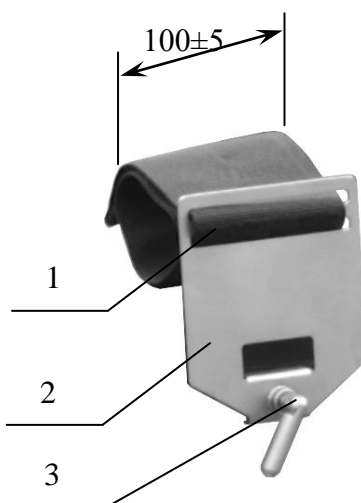
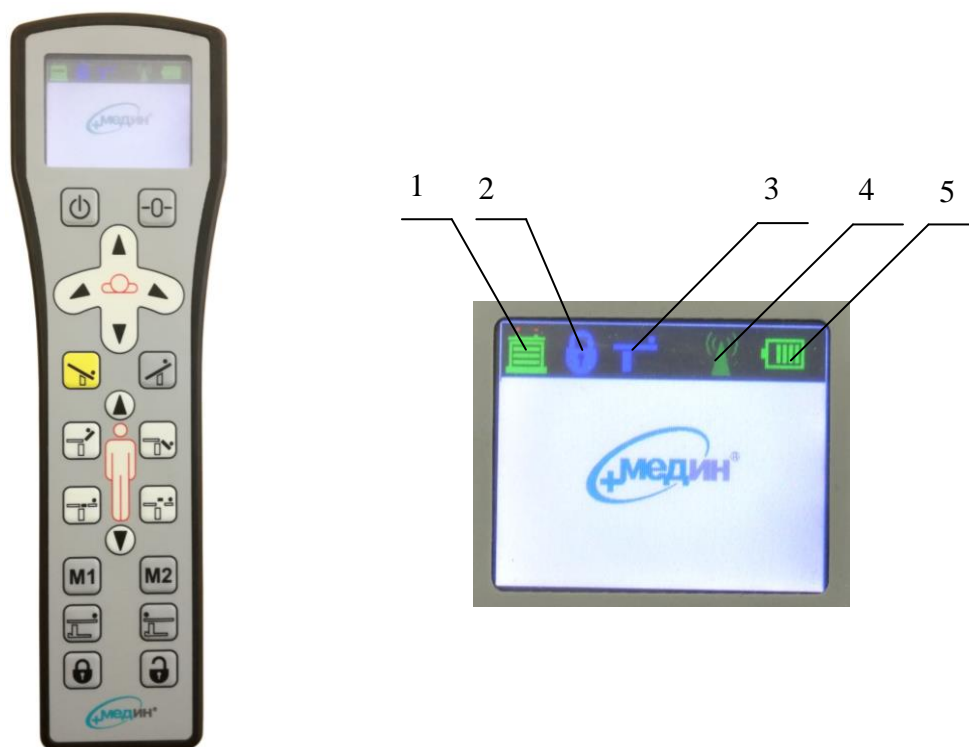

Рисунок 5. Рукодержатель.
Рисунок 19. Беспроводной пульт управления
5. Рукодержатель (фиксатор руки) (Рисунок 5). Мягкий синтетический ремень шириной 100 мм с зажимом и нержавеющей креплением к направляющей стола, регулируется положение вдоль панели стола.
11. Беспроводной пульт управления (опция) (Рисунок 19). Все кнопки клавиатуры беспроводного пульта полностью соответствуют кнопкам на проводном пульте (См. п. 10.1 и Рисунок 5).
При включении пульта индикатор 4 (Рисунок 19) горит красным цветом и на экране отображается надпись «Установка соединения». Через 10–15 секунд пульт устанавливает связь с системой управления стола, индикатор 4 загорается зеленым цветом. На экране появляется надпись «Медин». Пульт готов к работе.
После окончания работы, для исключения саморазряда батареи необходимо выключить пульт принудительно. Для этого нажмите и удерживайте 3 сек кнопку 1 (Рисунок 5).